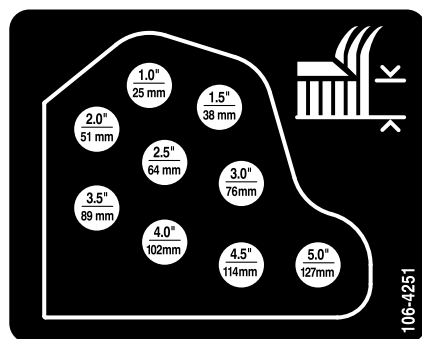

Figura 20
10. Montate le catene dell'altezza di taglio nel foro dell'altezza di taglio desiderata usando il perno con testa e la coppiglia (Figura 20).